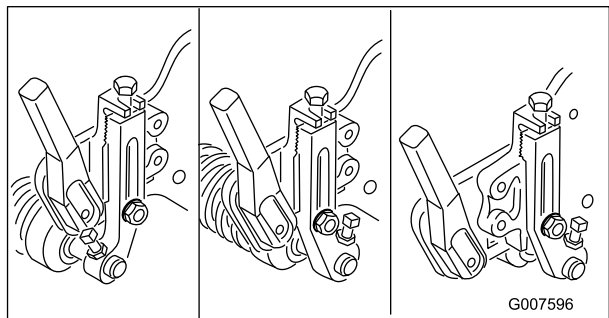

Figura 57
**Nota:** O rolo da frente pode ser colocado em três posições diferentes (Figura 57), dependendo da aplicação e necessidades do utilizador.